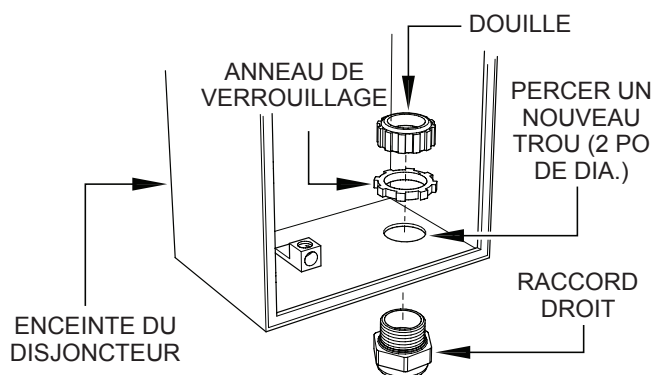

Figure 29. Enceinte du boîtier de commande
2. Percez un trou de 1-1/2 pouces dans la partie inférieure de l'enceinte du boîtier de commande comme indiqué à la Figure 29.